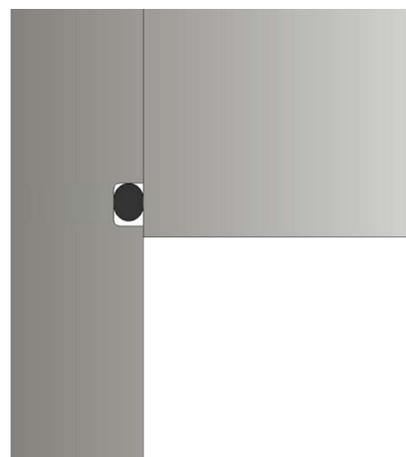

Figure 17 – Couvercle de la pompe HP & LH
- Placer le joint torique (120) dans la gorge du couvercle en prenant soin de le placer correctement. (Figure 17)